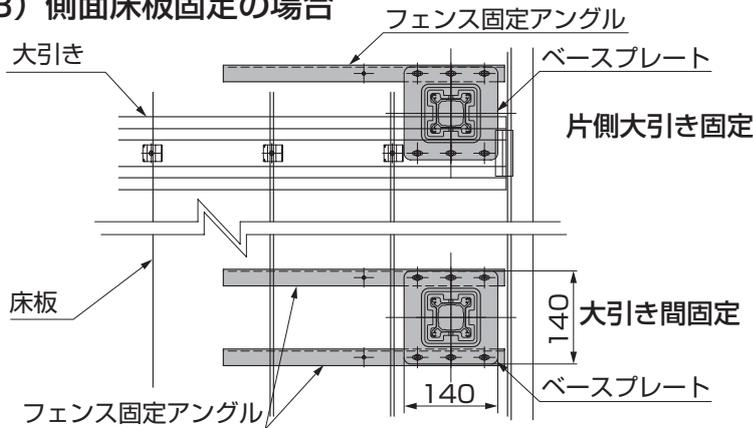
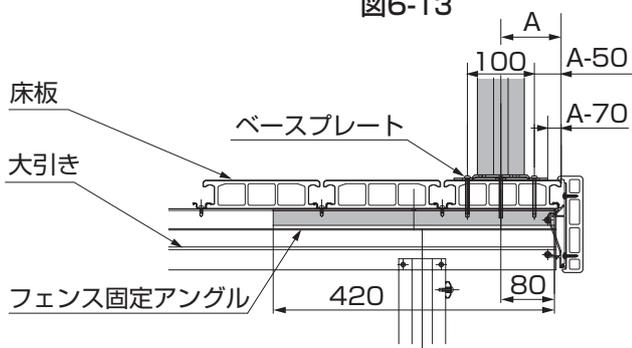
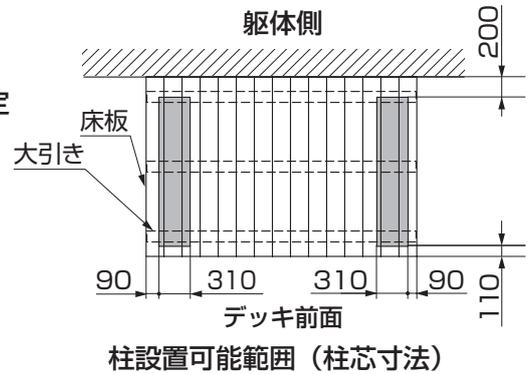
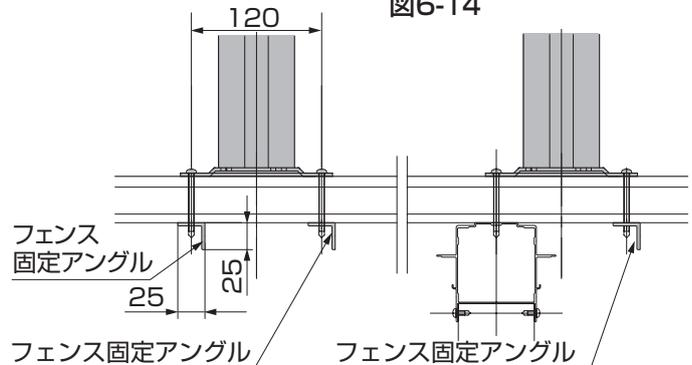

図6-13
図6-15
図6-14
図6-16
- 片側を大引きに固定して立てる場合、大引き間に立てる場合には、図6-13、図6-14、図6-15、図6-16を参照して取付けてください。
- 図6-15のA寸法値の最小値は90mmです。
- 図6-15のA寸法の最大値は、フェンス固定アングルに手が届く約400mmの範囲内で自由に設定することができます。
②ネジ位置をマーキングしてください。
③マーキングした床板にφ5.5の下孔をあけてください。(※1)
④片側大引き固定の場合は、「6-1 ベース柱 (1) 正面床板固定の場合」の端部への取付けを参照してください。
⑤大引き間固定の場合、デッキの中心の下孔と、フェンス固定アングルの孔を合わせて、ベースプレートを【7-3】で2ヶ所取付けてください。(※2)
⑥ベースプレートを【7-2】で、床板の下にフェンス固定アングルをあてて4ヶ所取付けてください。